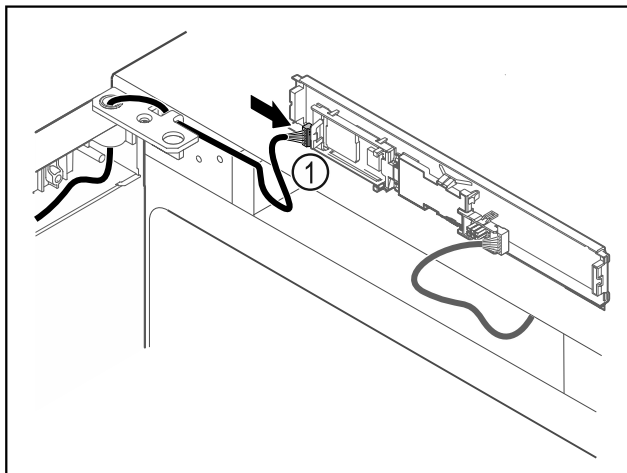

Fig. 60
- ▶ Introduceți fișa Fig. 60 (1) la placa electronică.